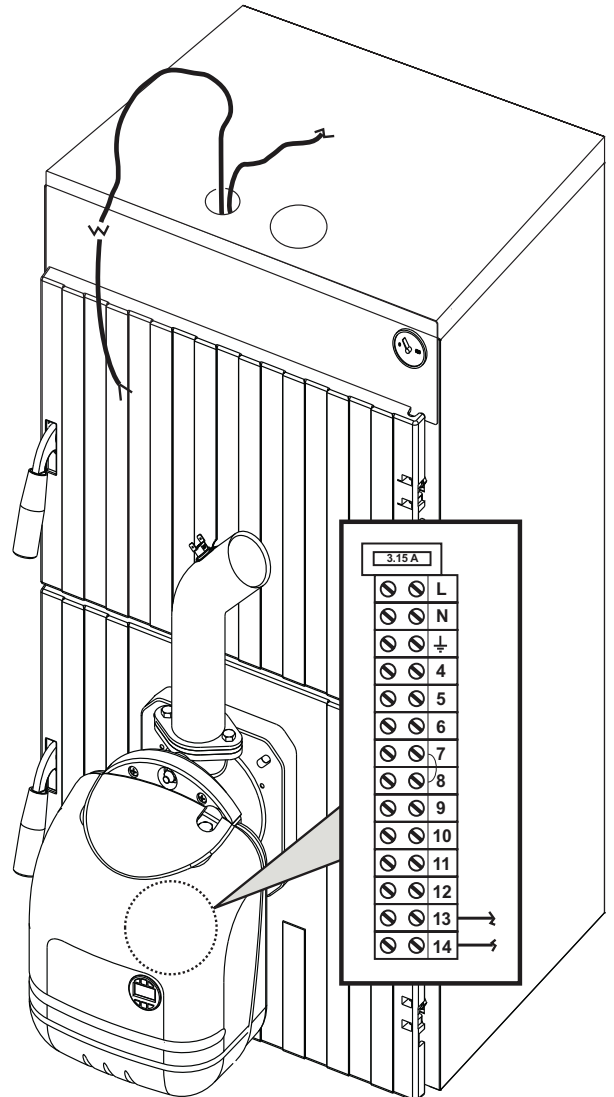

fig. 11
- Placer le couvercle de la chaudière et faire sortir le câble de l'orifice comme le montre la fig. 11.